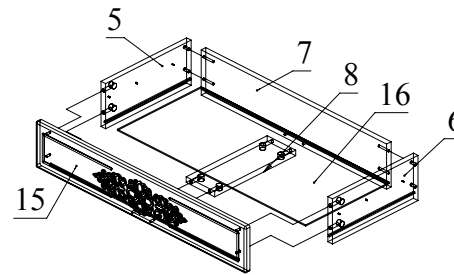

Рис.10
8. Соберите ящик. Соедините детали 5, 6 с деталью 7 с помощью конфирматов. Затем вставьте деталь 16 (ДВП) в пазы деталей 5, 6, 7. Соедините деталь 8 с деталью 7 и затяните головки минификсов. Установите фасад ящика 15 на детали 5, 6 и зафиксируйте, повернув конфирматным ключом головки минификсов по часовой стрелке до упора (Рис. 10).